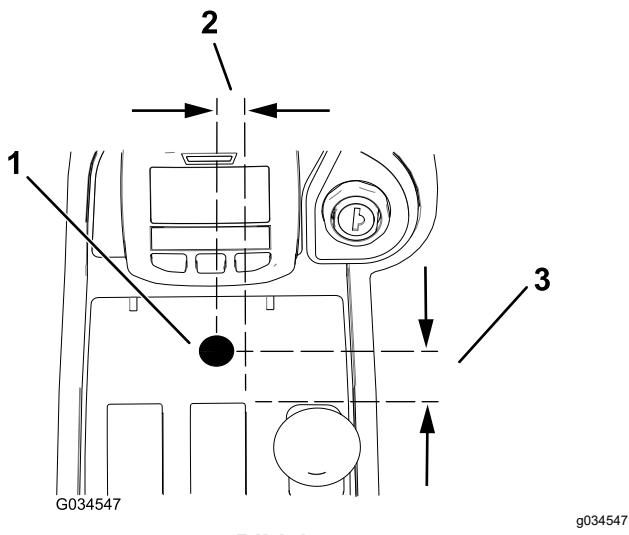

Bild 15
- Bohren Sie ein 13 mm großes Loch in das mittlere Bedienfeld, in Bild 15 finden Sie die richtige Ausrichtung.